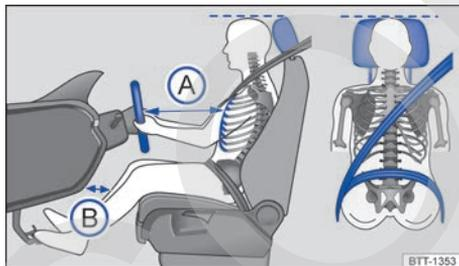

Fig. 34 Posición correcta en el asiento y colocación correcta de la banda del cinturón.
- Ajuste el apoyacabezas de modo que el borde superior del mismo quede a la altura de la parte superior de la cabeza, pero nunca por debajo de los ojos. Mantenga siempre la parte trasera de la cabeza lo más cerca posible del apoyacabezas → fig. 34.